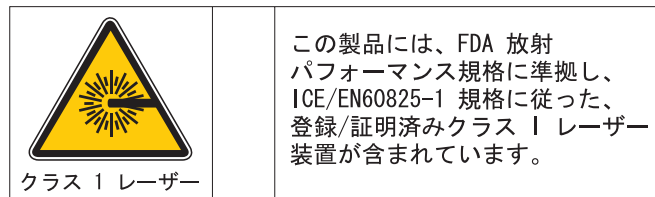

図7. クラス 1 レーザー・ラベル
3. クラス 1 レーザー・ラベル。 図7 を参照してください。